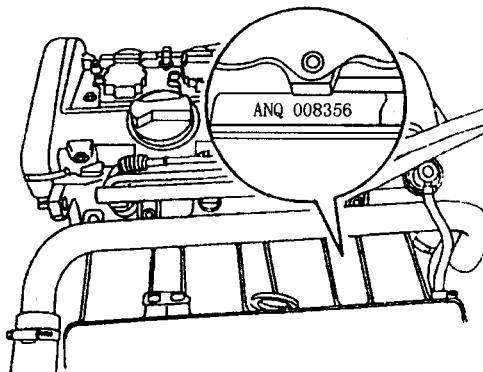

图 2-1 发动机代码和系列号位置 (1.8L)
(1) 奥迪 1.8L 发动机号（由代码及序列号组成）标在缸体左侧，见图 2-1。另外，在发动机气缸盖罩上有一个不干胶标签，上面也有发动机号。汽车数据牌上，也有发动机代码。发动机吊耳上也打有发动机代码（拆下发动机气缸盖罩后可看见）。